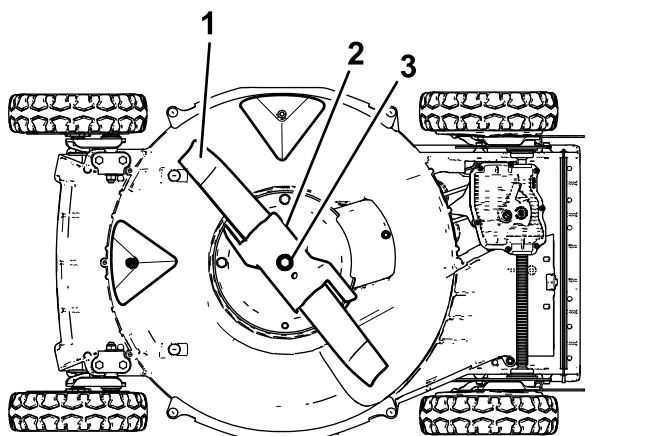

Figura 23
3. Inclinate la macchina sul fianco come mostrato in Figura 23.